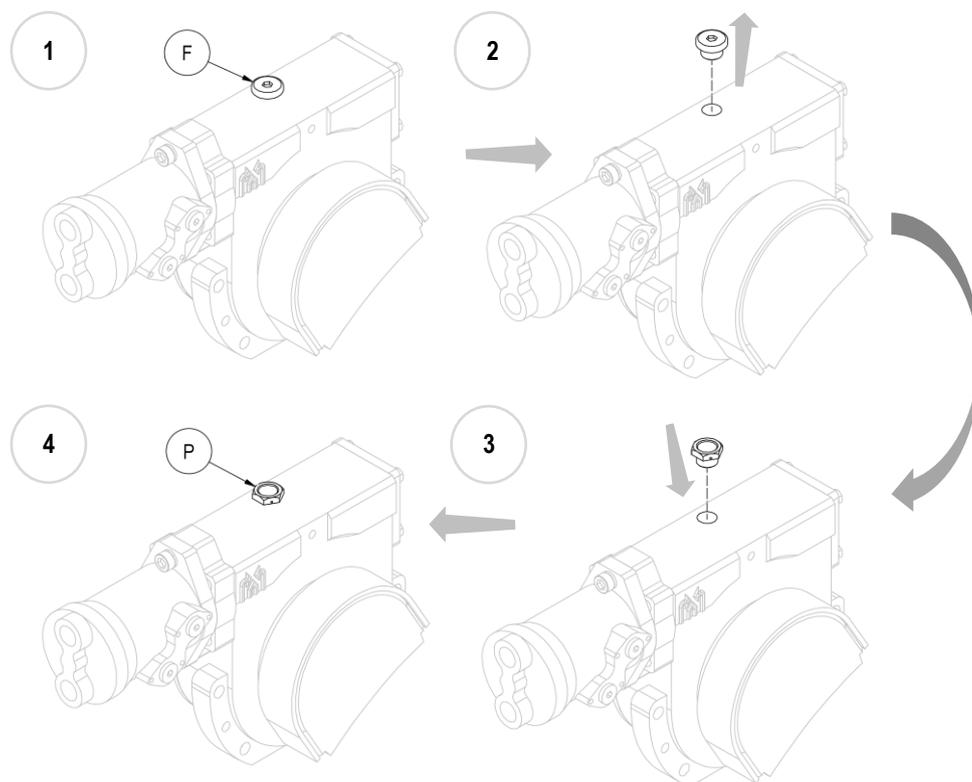

Abbildung 5
9. **N.B.** Sobald das Gerät eingebaut ist, ersetzen Sie den Eisenblindstopfen **F** des Lochs zum Ölnachfüllen durch den mitgelieferten Kunststoffdeckel mit Entlüfter **P** (siehe *Abbildung 5*).